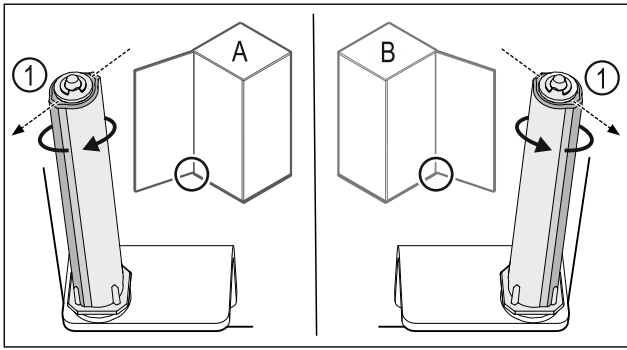

Fig. 45 Ľavý doraz (A)/pravý doraz (B)
- ▶ Otáčajte systém zatvárania proti odporu, kým nebude mostík systému zatvárania Fig. 45 (1) ukazovať von.